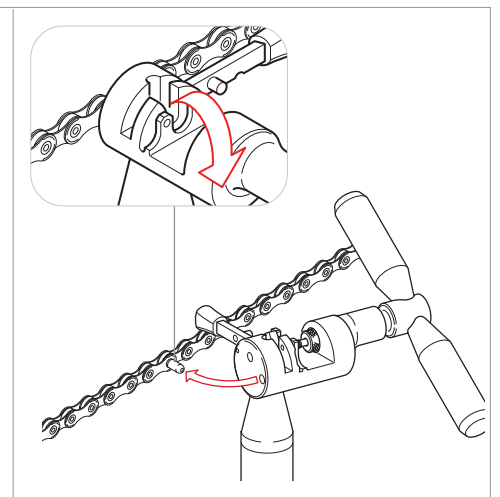

Fig.14
- Inserite la porzione di guida sporgente nell'apposito foro alla base dell'utensile e spezzatela con una flessione (**Fig. 14**). All'interno della bussola ULTRA-LINK 5-CN-SR700 deve sempre rimanere la parte terminale della guida spezzata.
- Estraiete il dispositivo di blocco (Z) e rimuovete la catena dall'utensile.